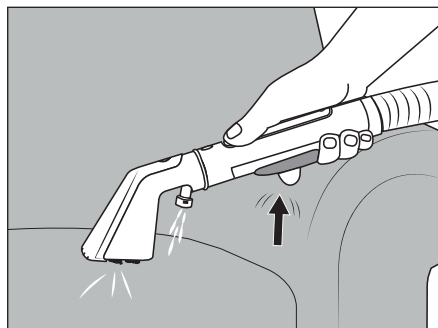

Fig. 6
- (1) Veillez à ce que les orifices d'aspiration **28**/**31** de l'embout meubles **22** ou de l'embout plat **29** ne soient pas obstrués par des objets traînant à terre, des peluches, cheveux ou autres lors du fonctionnement de l'appareil. Cela peut causer l'endommagement de l'embout meubles **22** ou de l'embout plat **29** qui ne fonctionnent alors plus correctement. (2) Vérifiez, avant le nettoyage de tissus d'ameublement/de tapis/moquettes, les instructions d'entretien particulières sur l'étiquette du fabricant. L'appareil ne convient pas aux textiles fragiles (p. ex., soie, cuir, flokati, etc.). (3) Lorsque vous utilisez des produits de nettoyage (nettoyant vinaigre et produit de nettoyage pour tissus d'ameublement), testez toujours le nettoyage avec l'appareil à un endroit discret afin de vous assurer de la tenue des couleurs. (4) Avant l'utilisation, l'appareil doit toujours être correctement monté et le réservoir d'eau propre **2** doit être rempli. (5) Éteignez l'appareil avant d'intervir l'embout meubles **22** et l'embout plat **29**. (6) Si le réservoir d'eau sale **7** est plein, le flotteur **6** ferme l'orifice d'aspiration et l'appareil fonctionne à un régime plus élevé. Éteignez immédiatement l'appareil (voir chapitre **Nettoyer le réservoir d'eau sale**).
- ◆ Tenez l'embout meubles **22** 2 à 3 cm au-dessus de la zone à nettoyer et actionnez la touche de pulvérisation **20** pour appliquer l'eau/la solution nettoyante avec l'embout pulvérisateur **26** (voir fig. 6).